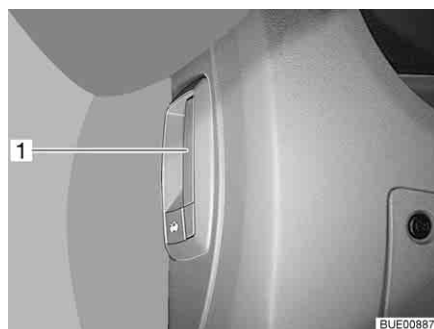

Fig. 40 Palanca de desbloqueo del capó del motor (en el vehículo)
- Tirar de la palanca (Fig. 40, 1) a la izquierda o al lado del salpicadero.